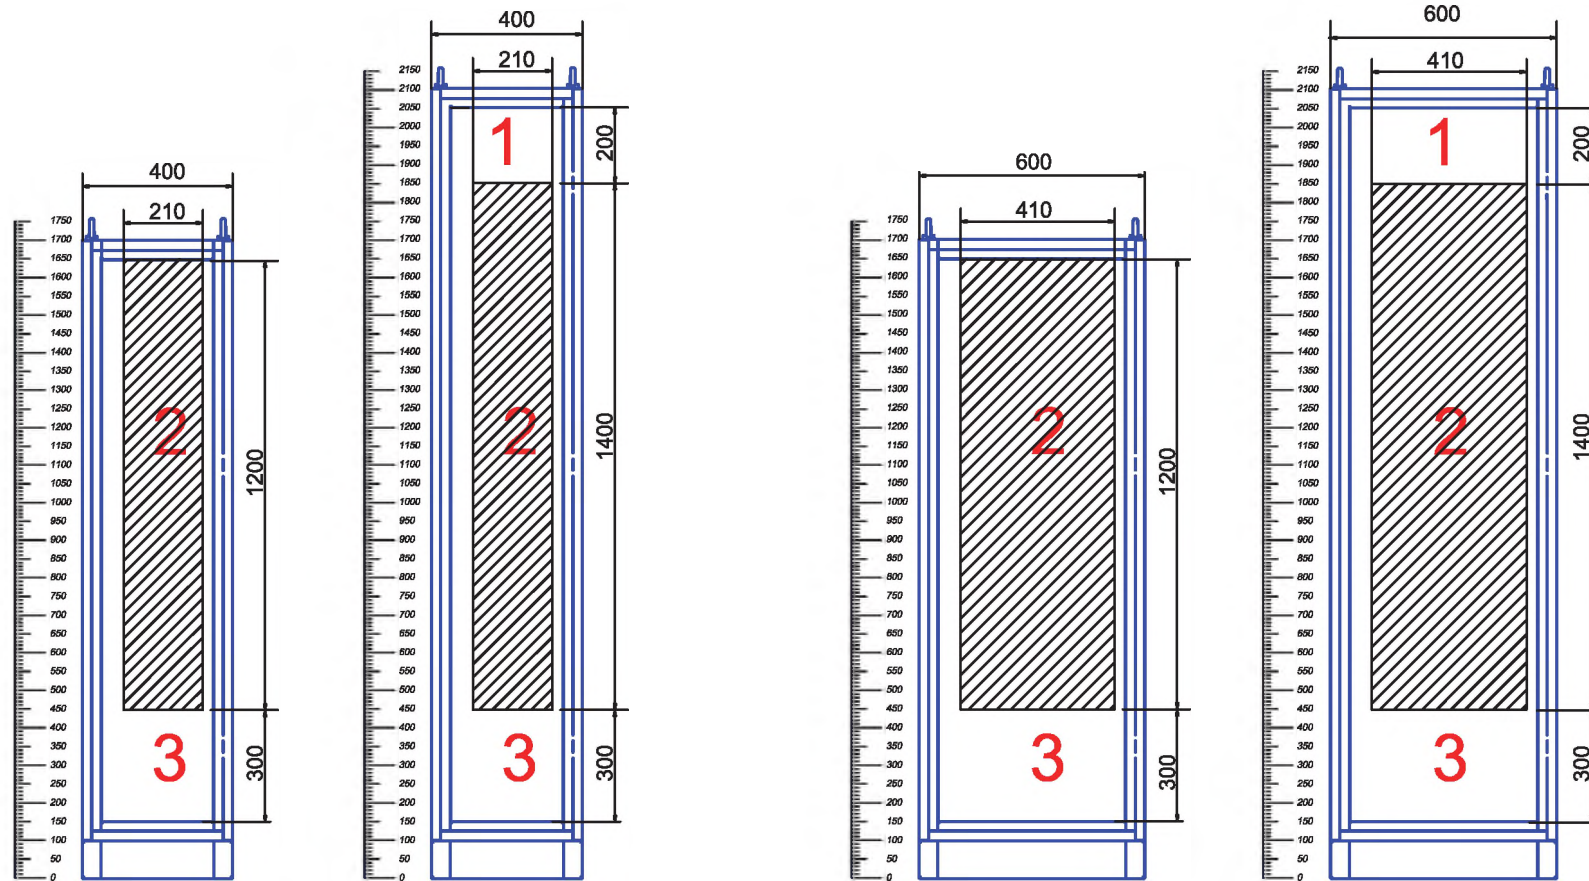

Рис.6.1.1
Зоны полезной площади панелей приведены на рис.6.1.1.
2. В соответствии с табл.6.2.1, 6.3.1 и рис.6.1.1 выбирается необходимый габарит панели. При этом желательно чтобы высота этой панели была равна высоте вводной панели.